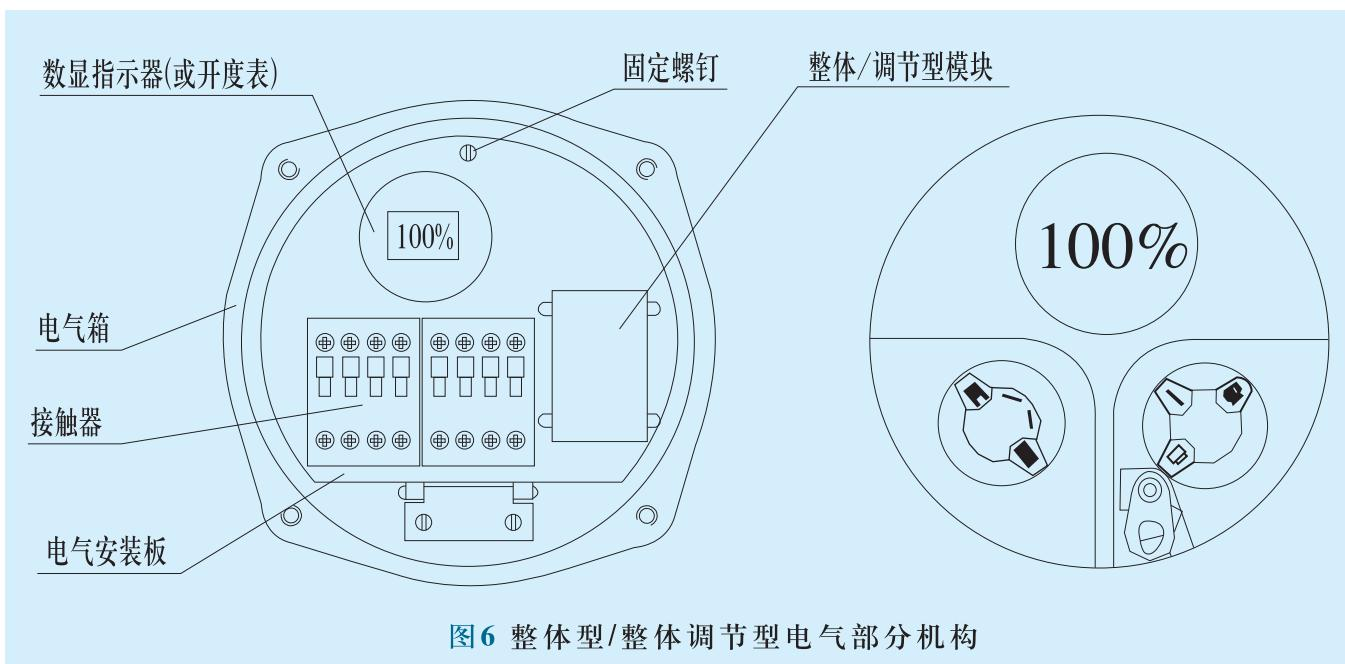

图6 整体型/整体调节型电气部分机构
5.8.1 整体型：控制系统与电动装置集合于一体称为整体型电动装置，其电气部分主要由整体型模块、开度表（或数显）、旋钮装置、接触器等组成，见图6。电气元件安装在一块可翻转的板上，以便对力矩控制机构、行程控制机构、开度指示机构进行调整。旋钮装置上有两个旋钮盒，其中一个为方式钮旋钮（红色），另一个为操作旋钮（黑色），依靠电气罩壳上，突出箭头指示操作方式，操作旋钮顺时针旋至箭头处为开阀，逆时针为关阀。